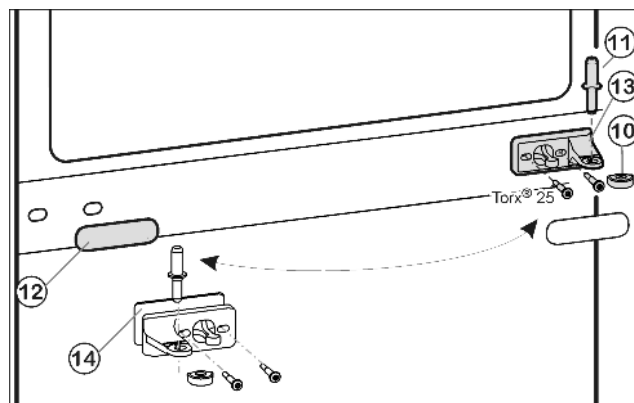
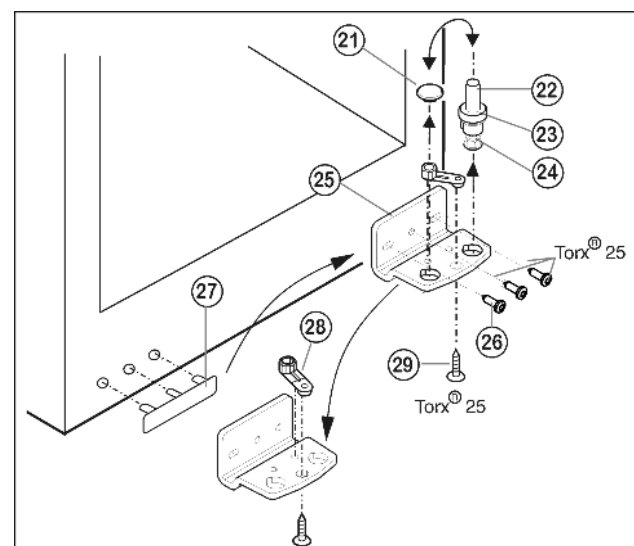

Fig. 5
Fig. 6
- Вытащите из опорного кронштейна и нижней дверцы средний опорный винт Fig. 5 (11).
- Снимите пластмассовый колпачок Fig. 5 (10).
- Открутите средний опорный кронштейн Fig. 5 (13) (2 шт. Torx® 25).
- Осторожно снимите накладку Fig. 5 (12).
- Прикрутите средний опорный кронштейн Fig. 5 (13) с подкладкой Fig. 5 (14) с поворотом на 180° на новую сторону шарнира (с моментом 4 Нм).
- Защелкните накладку Fig. 5 (12), повернув на 180°, на стороне, где теперь будет ручка.
- Извлеките опорный винт Fig. 6 (22) в комплекте с шайбой Fig. 6 (23) и регулируемой опорой Fig. 6 (24), вытягивая его вверх.
- Снимите пробку Fig. 6 (21).
- Открутите Fig. 6 (26) опорный кронштейн Fig. 6 (25).
- Открутите Fig. 6 (29) опорную деталь Fig. 6 (28) и, переставив в отверстие на противоположной стороне опорного кронштейна, снова прикрутите.
- Осторожно снимите и переставьте на противоположную сторону крышку со стороны ручки Fig. 6 (27).
- Снова прикрутите опорный кронштейн Fig. 6 (25) на новой стороне шарнира (с моментом 4 Нм). При необходимости используйте аккумуляторный шуруповерт.
- Переставьте пробку Fig. 6 (21) в свободное отверстие.
- Вновь установите опорный винт Fig. 6 (22) в комплекте с шайбой и регулируемой опорой. При этом фиксатор должен быть направлен назад.
- ▶ Установите нижнюю дверцу сверху на нижний опорный винт Fig. 6 (22).
- ▶ Снова наденьте пластмассовый колпачок Fig. 5 (10) на средний опорный кронштейн Fig. 5 (13).
- ▶ Вставьте средний опорный винт Fig. 5 (11) на новой стороне шарнира через средний опорный кронштейн Fig. 5 (13) в нижнюю дверцу.
- ▶ Установите верхнюю дверцу на средний опорный винт Fig. 5 (11).
- ▶ При необходимости выравнивайте дверцы через два продольных паза в нижнем опорном кронштейне Fig. 6 (25) и среднем опорном кронштейне Fig. 5 (13) параллельно корпусу устройства. Для этого выкрутите средний винт на нижнем опорном кронштейне Fig. 6 (25).